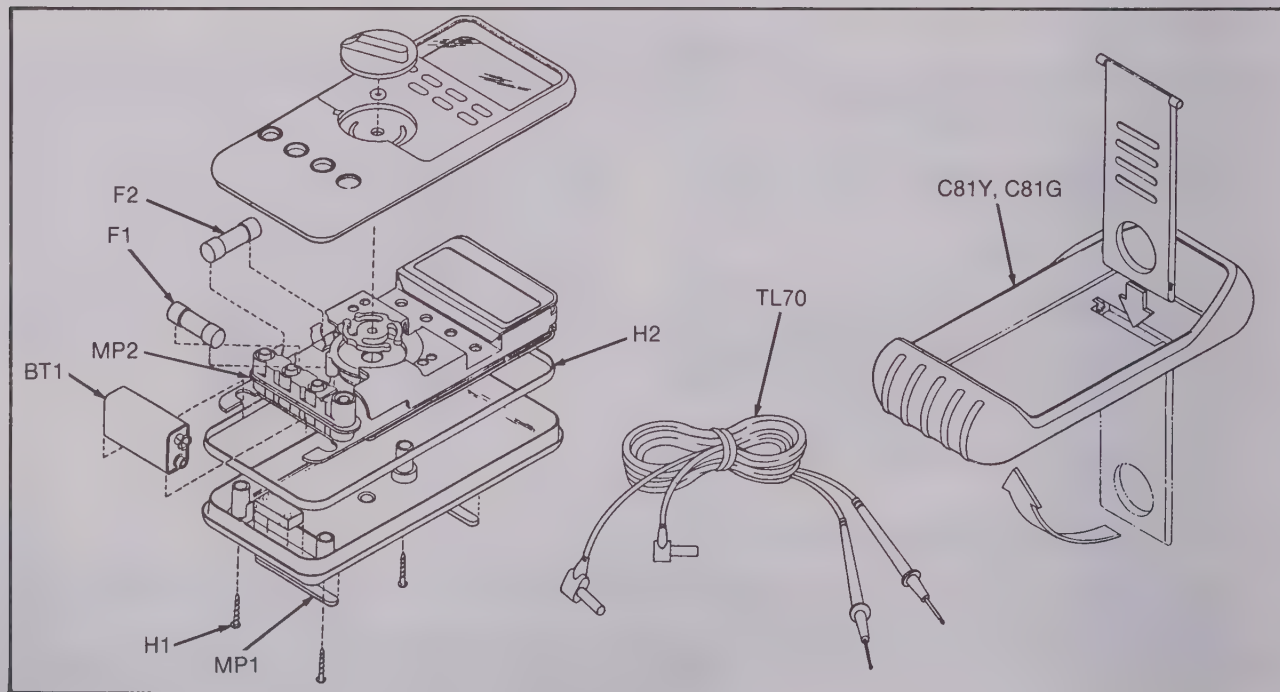

Abbildung 6. Ersatzteile
Ersatzteile sind in Abbildung 6 gezeigt und in Tabelle 6 aufgeführt. Zur Bestellung von Ersatzteilen in der Bundesrepublik Deutschland rufen Sie (089) 9605-264 an. Für Bestellungen außerhalb der BRD wenden Sie sich an das nächstgelegene Kundendienstzentrum.